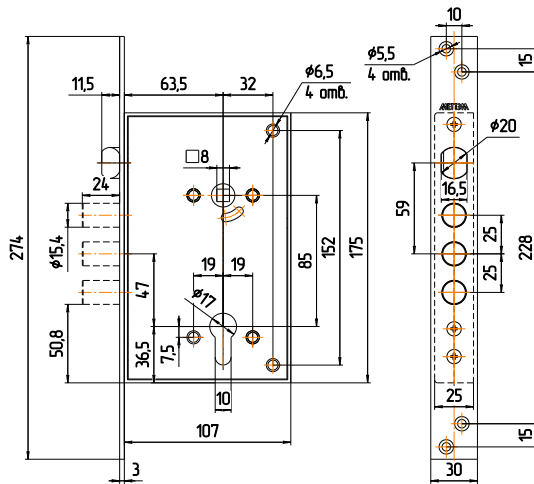

Рис.2
4.1. Произвести разметку двери согласно рис.2. Выполнить на торце полотна двери гнездо для корпуса замка, а также отверстия для крепежа замка. Выполнить на полотне двери отверстия для цилиндрического механизма, для стержня ручек фалевых и крепежа, а в дверной коробке отверстия под пальцы засова и защелки.